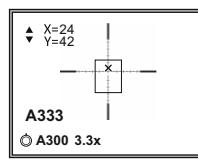

Fig.5
- 10) Rotando el regulador, desplace la cruz auxiliar con respecto a la retícula hasta que la cruz auxiliar no coincida con el punto de impacto (Fig.5).
¡Atención! La cruz auxiliar puede desplazarse solamente dentro de los límites del cuadro limitador (Fig.5), lo que determina la banda de comprobaciones: 80 clics por la horizontal (+40/-40) 100 clics por la vertical (+50/-50).
La indicación de la distancia utilizada se representa en la pantalla en el renglón del estatus (por ejemplo  A300, : el perfil del arma A; la distancia de tiro de reglaje de 300 m) (**Fig.5**).